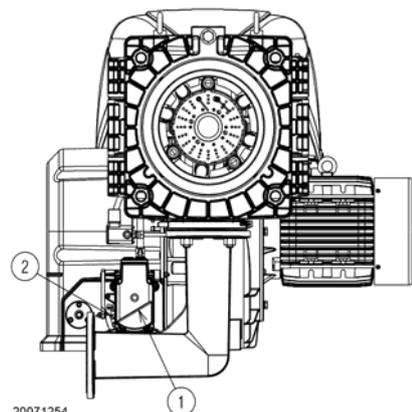

Рис. 30
Синхронизация смеси воздух/топливо происходит посредством сервопривода (1) (Рис. 30), который соединён напрямую с воздушными заслонками, и посредством кулачка с настраиваемым профилем (2) и специальной системы рычагов перемещает также дроссельную заслонку газа.